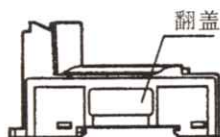

图 1
1. 从 SRT1 - T□D04S 掀开翻盖 (见图 1)